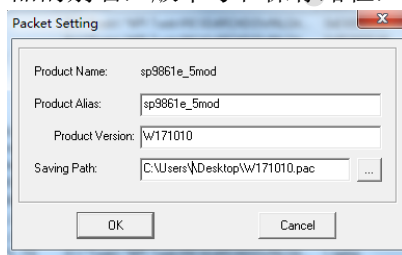

图 6-5 ResearchDownload 工具支持打包 Pac
Step3: 点击 **Package** 按钮，输入产品的别名，版本号和保存路径，点击 **Ok**，进行打包，如图 6-5 所示。